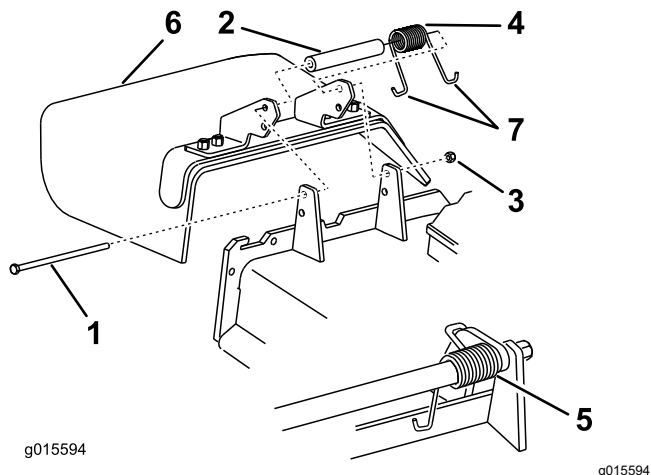

Figura 88
1. Retire la contratuerca, el perno, el muelle y el espaciador que sujetan el deflector a los soportes de pivote (Figura 88).
2. Retire el deflector de hierba dañado o desgastado (Figura 88).
Nota: Asegúrese de colocar un extremo en J del muelle detrás del reborde de la carcasa antes de instalar el perno, como se muestra en la Figura 88.
6. Coloque un extremo en J del muelle alrededor del deflector de hierba (Figura 88).